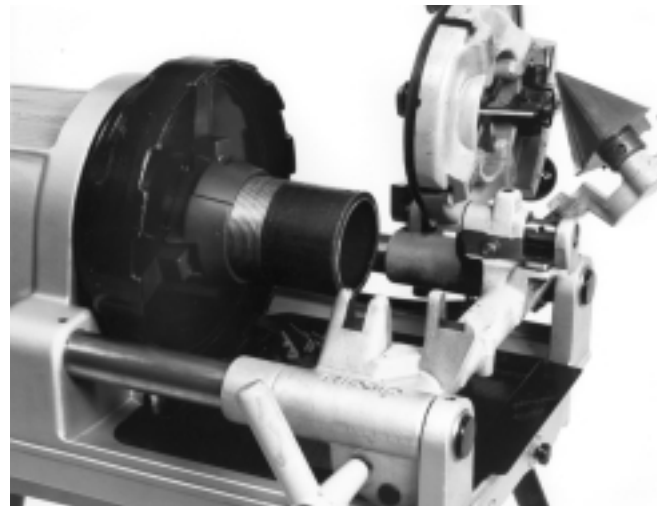

Figura 18 – Portaherramientas Niplero No. 419 instalado y listo para roscar
4. Instale el portaherramientas niplero dentro del portaherramientas de la máquina. Asegure que las mordazas estén en las ranuras apoyadas contra los retenes del cuerpo del portaherramientas. (Figura 18)